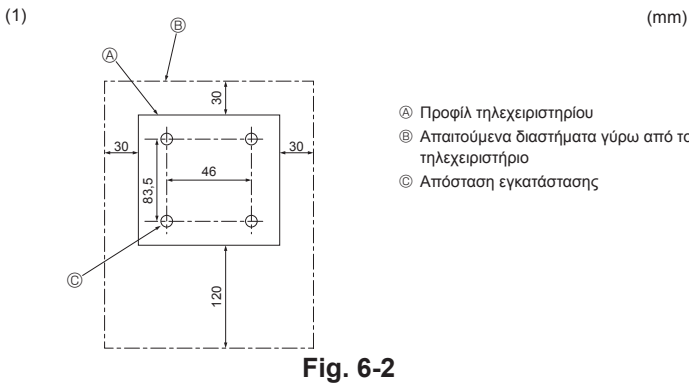

Fig. 6-2
6.2. Τηλεχειριστήριο (Fig. 6-2) Για ενσύρματο τηλεχειριστήριο